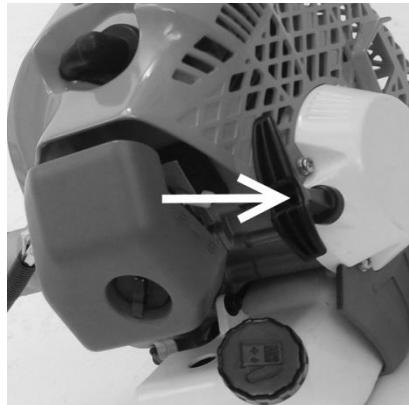

Рисунок 10
5.1.6 Придерживайте триммер одной рукой, свободной рукой потяните за ручку стартера до его "засцепления". Несколько раз потяните рукоятку стартера без рывка (рисунок 10) до первого запуска двигателя.